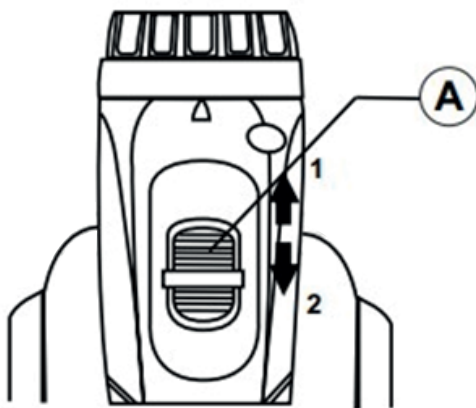

Рисунок 4. Схема перемикачів діапазонів швидкостей.
– За допомогою механічного перемикача можна встановити один із двох діапазонів швидкостей роботи редуктора шурупверта. Перемикання передач здійснюється через переміщення повзунка механічного перемикача (А) (рис. 4) до упору в положення (1) (низька швидкість: 0...400 об/хв), або до упору в положення (2) (висока швидкість: 0...1500 об/хв).